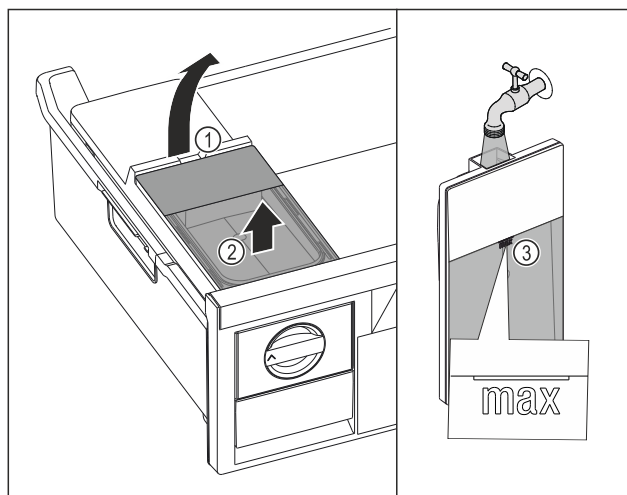

Fig. 180
- Lyft vattenbehållaren i fördjupningen Fig. 180 (1).
- Ta ut vattenbehållaren uppåt. Fig. 180 (2)
- Fyll vattenbehållaren med dricksvatten upp till markeringen Fig. 180 (3).